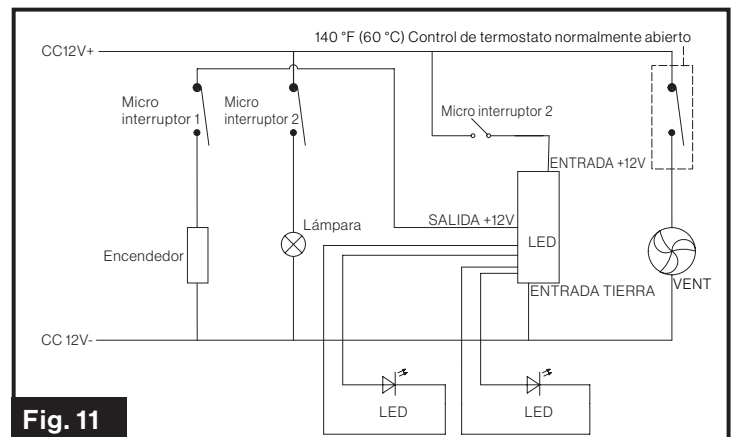

Fig. 11
- La fuente de alimentación de este horno es de 12 V. Conecte los siguientes componentes por separado. (Fig. 11)